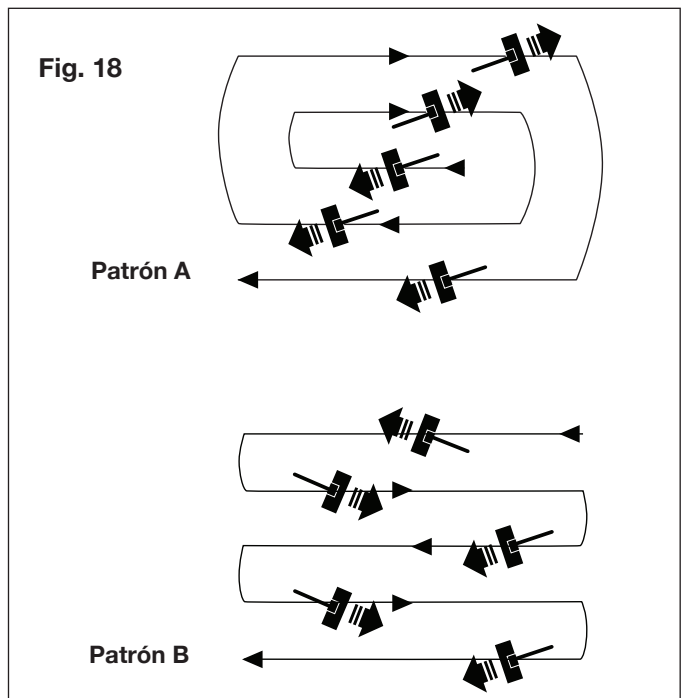

Fig. 18
11. Para áreas más grandes, se requiere un patrón definido de operación para despejar bien un área con nieve. Estos patrones no solo evitarán lanzar nieve en lugares no deseados sino también eliminarán la necesidad de una segunda pasada (Fig. 18).